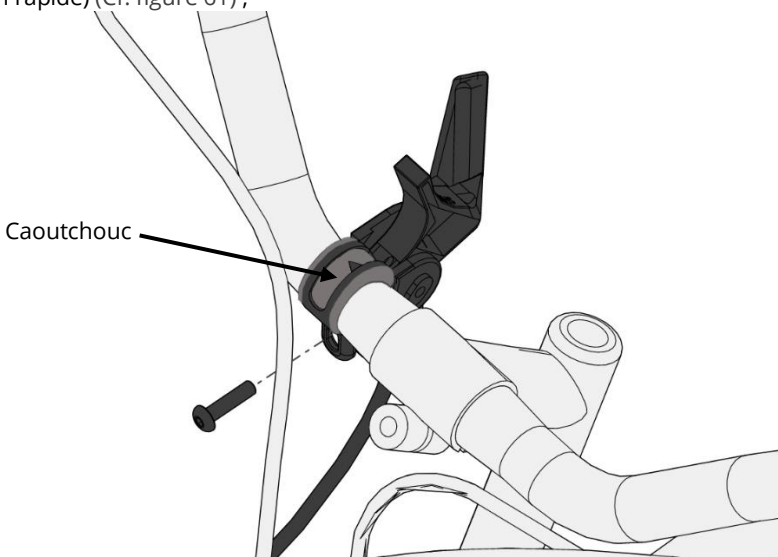

Figure 61 - Vue de la manette de blocage de l'AddBike+ et de sa visserie
- Dévissez l'élément de fixation de la manette de blocage du pendulaire (vis ou molette de fixation rapide) (Cf. figure 61) ;